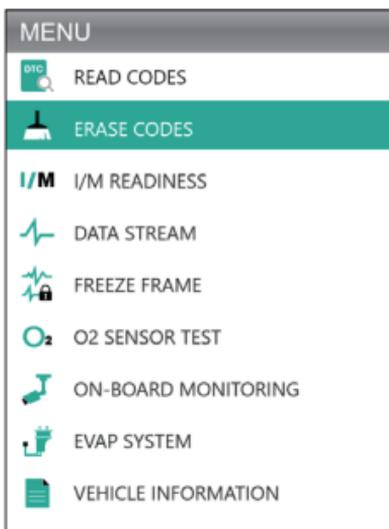

図 3.3.1
1. [コードの消去] アイコン（図 3.3.1 を参照）を選択し、[OK] を押します。